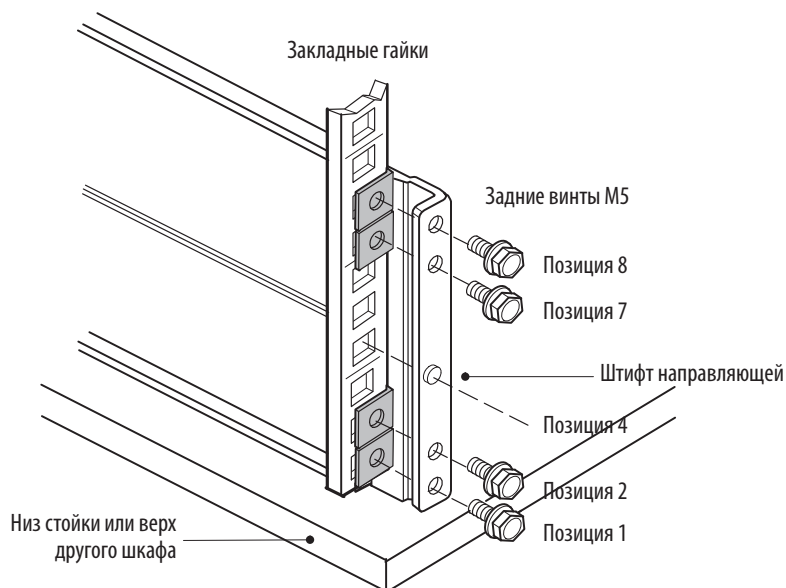

Рисунок 20. Закрепление задней направляющей (показана правая направляющая в сборе)
- Прикрепите направляющую к задней части стойки с помощью четырех винтов M5 и зажима или закладных гаек (см. рисунок 20).